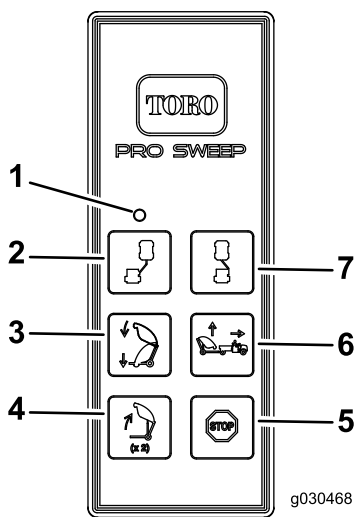

Figura 27
2. Premete il pulsante di scarico del cassone per un secondo, rilasciate il pulsante per un altro secondo e poi premetelo nuovamente (Figura 27).